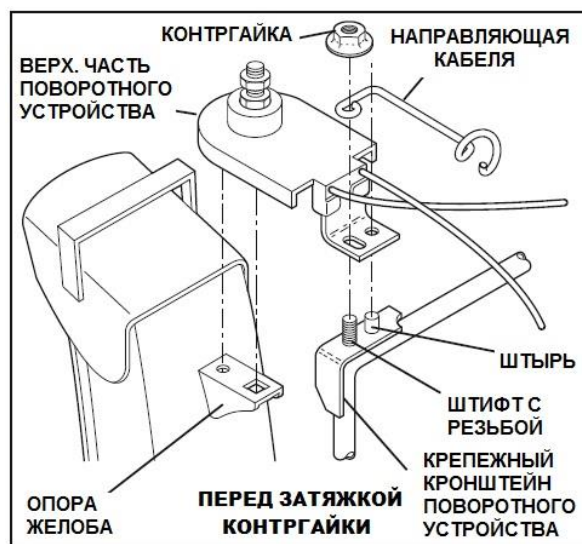

РИС. 4
СБОРКА РАЗГРУЗОЧНОГО ЖЕЛОБА (Рис. 4 и 5)
2. Установите поворотное устройство на опоре желоба (рис.4).
3. Установите разгрузочный желоб с поворотным устройством на крепежный кронштейн, совместив отверстия со штырем и резьбовым штифтом (рис.4).